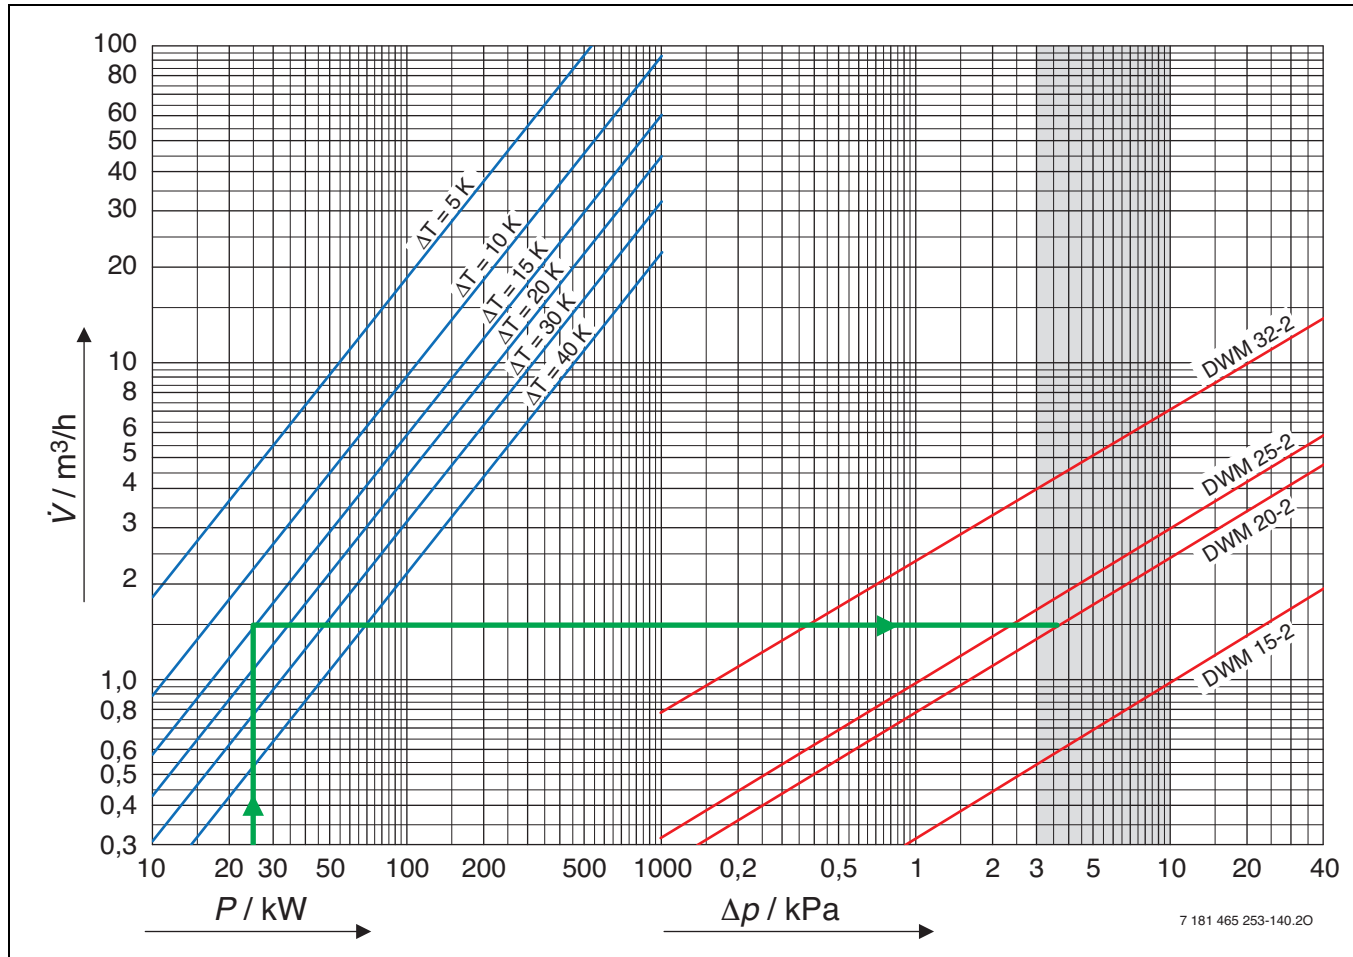

Bild 106 Auslegungsdiagramm für 3-Wege-Mischer
Um eine gute Reglercharakteristik zu erreichen, muss der Druckabfall im Mischer gleich sein dem Druckabfall des sogenannten „mengenvariablen“ Teils des Rohrnetzes, also ebenfalls ca. 3,0 ... 10,0 kPa. Dieser Zusammenhang liegt dem Dimensionierungsdiagramm (Bild 106) zugrunde.
- In der linken Hälfte von Bild 106 den Schnittpunkt von der Leistungslinie und der Temperaturdifferenzlinie suchen.
- In der linken Hälfte von Bild 106 den Schnittpunkt von der Leistungslinie und der Temperaturdifferenzlinie suchen. Dieser Schnittpunkt liegt bei dem Durchfluss von ca. 1,5 m³/h.